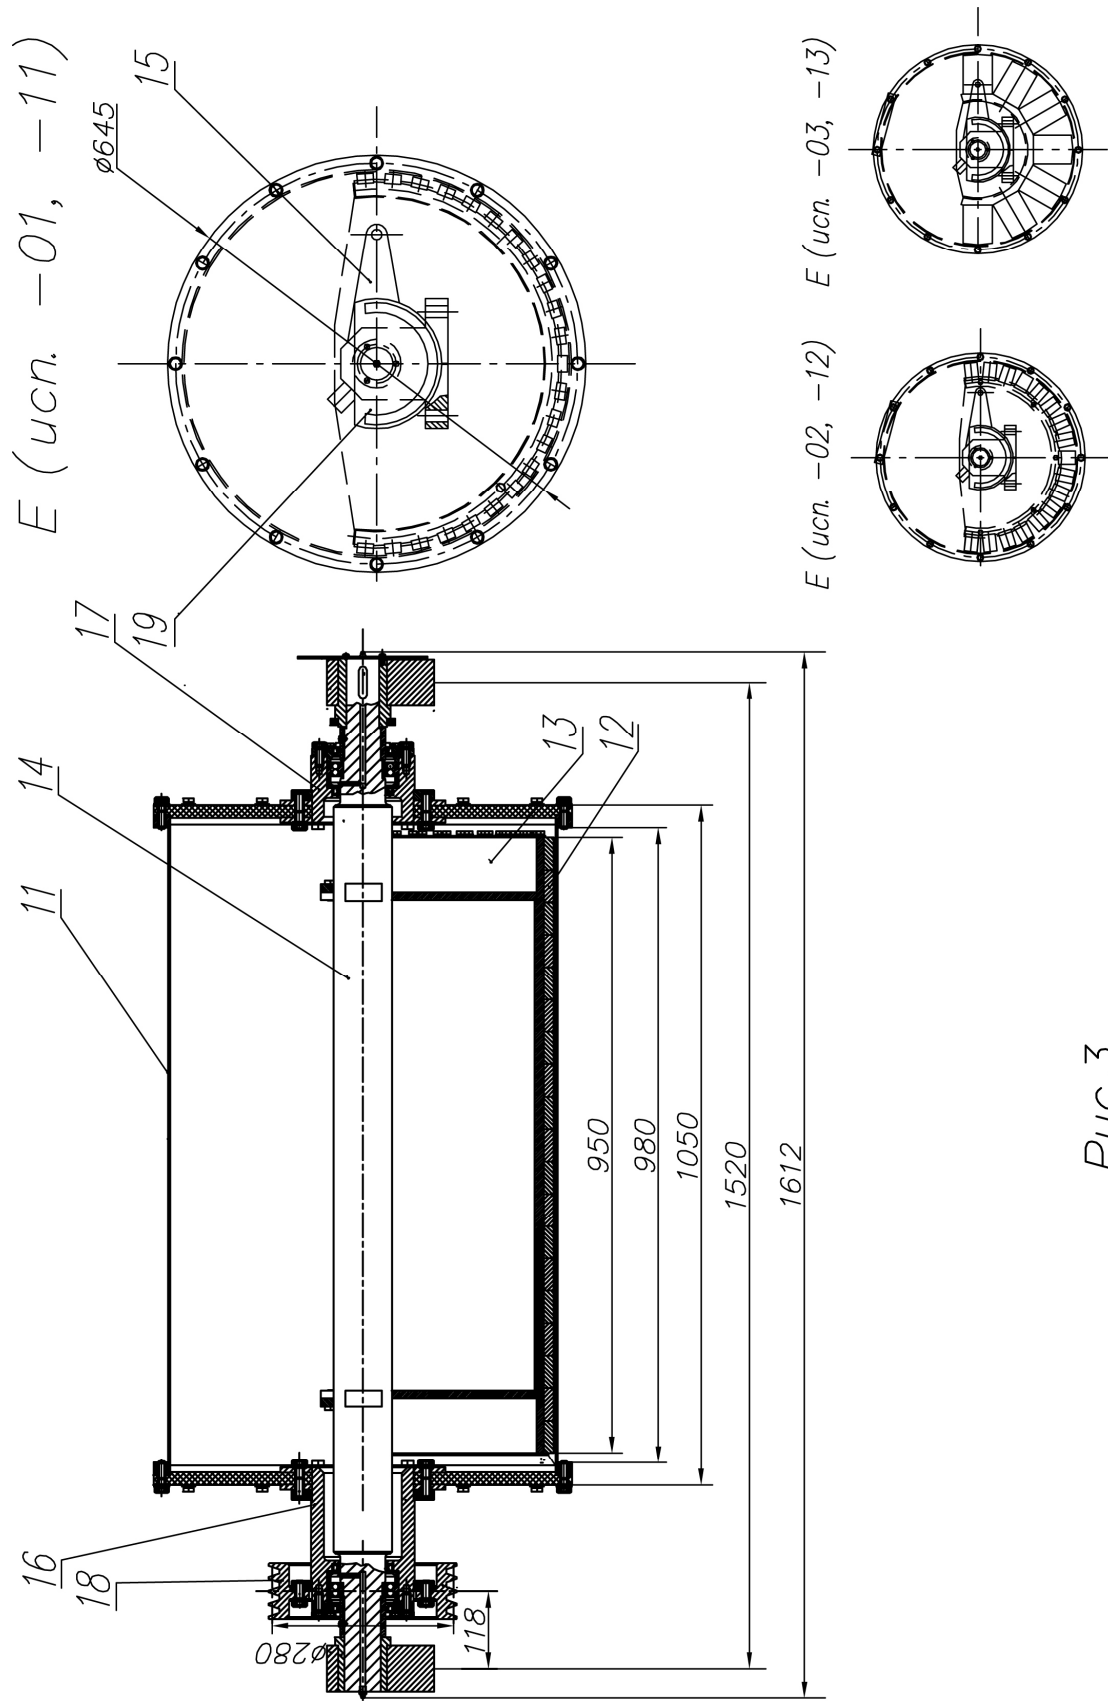

Рис.3
4.1.1. Барабан магнитный (рис. 3) состоит из неподвижной магнитной системы и вращающегося вокруг нее барабана (11).